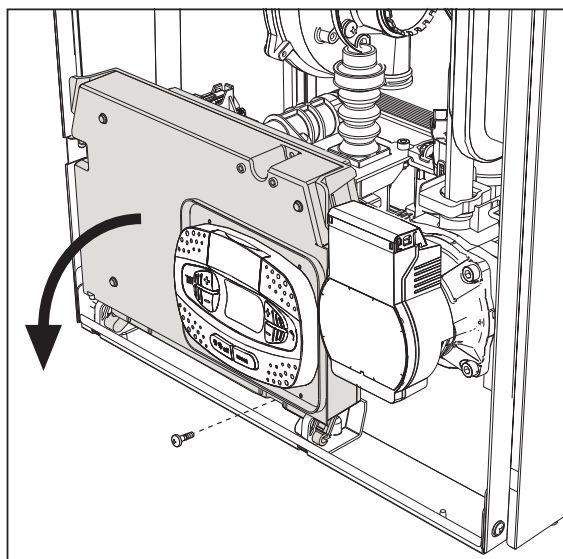
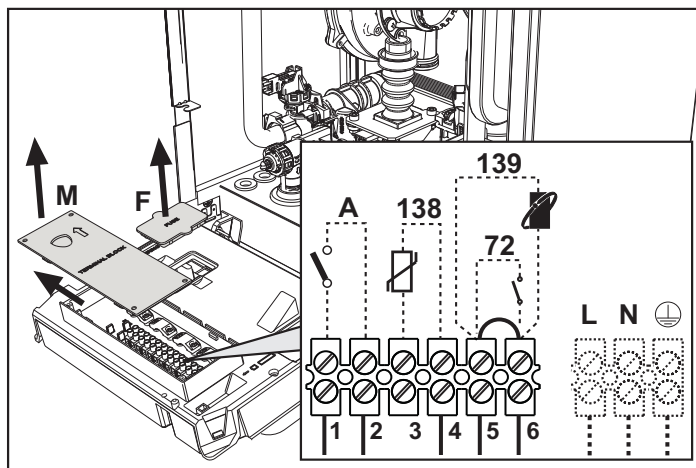

рис. 19
рис. 20
После снятия передней панели (*** 'Открытие передней панели' on page 83 ***) можно получить доступ к клеммной колодке (M) и предохранителю (F), действуя согласно нижеприведенным указаниям (рис. 19 и рис. 20). **Клеммы, указанные на рис. 20, должны иметь чистые контакты (не 230В).** Расположение зажимов и их назначение показаны также на электрической схеме на рис. 63.
Конфигурация выключателя ON/OFF (А рис. 20)